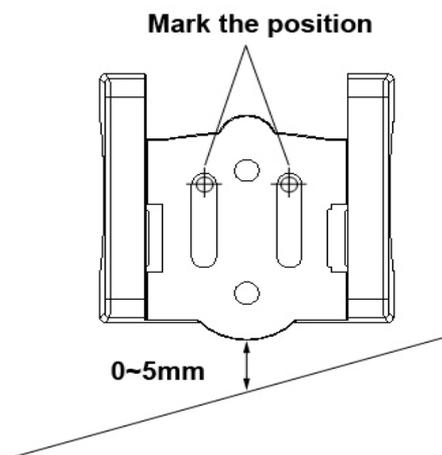

Рисунок 1
- b) Приложите шаблон к выбранному месту на транце лодки и поставьте карандашом две отметки в отверстиях шаблона (при этом обе отметки должны быть параллельны водной поверхности). Приложите шаблон таким образом, чтобы от его нижней части до края транца было не больше 5 мм. (см. Рисунок 1)